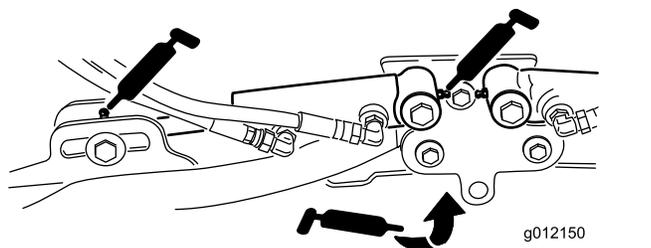

図 45
- 昇降アームのシリンダ各カuttingユニットの2ヶ所 図 45
- 昇降アームのピボット各アームに1ヶ所 図 45